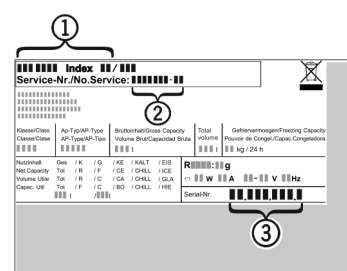

Fig. 15
- ▶ A készülék megnevezését *Fig. 15 (1)*, a szerviz- *Fig. 15 (2)* és sorozatszámot *Fig. 15 (3)* a típustábláról olvassa le. A típustábla a készülék belsejében baloldalon található.
- ▶ Értesítse a vevőszolgálatot a hibáról, és adja meg nekik a készülék megnevezését *Fig. 15 (1)*, a szerviz- *Fig. 15 (2)* és a sorozatszámot *Fig. 15 (3)*.